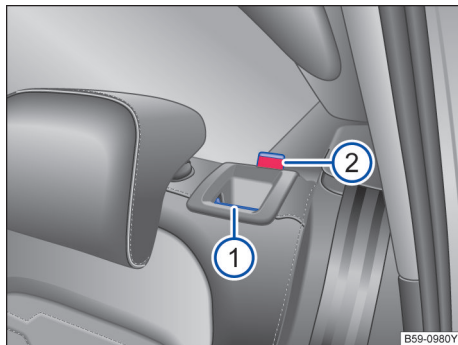

图 75 后排座椅靠背：分离按钮 ①；红色标记 ②
- 向前拉分离按钮 → 图 75①，同时前折靠背。
- 松开后排座椅靠背后应能看见按钮上的红色标记 ②。